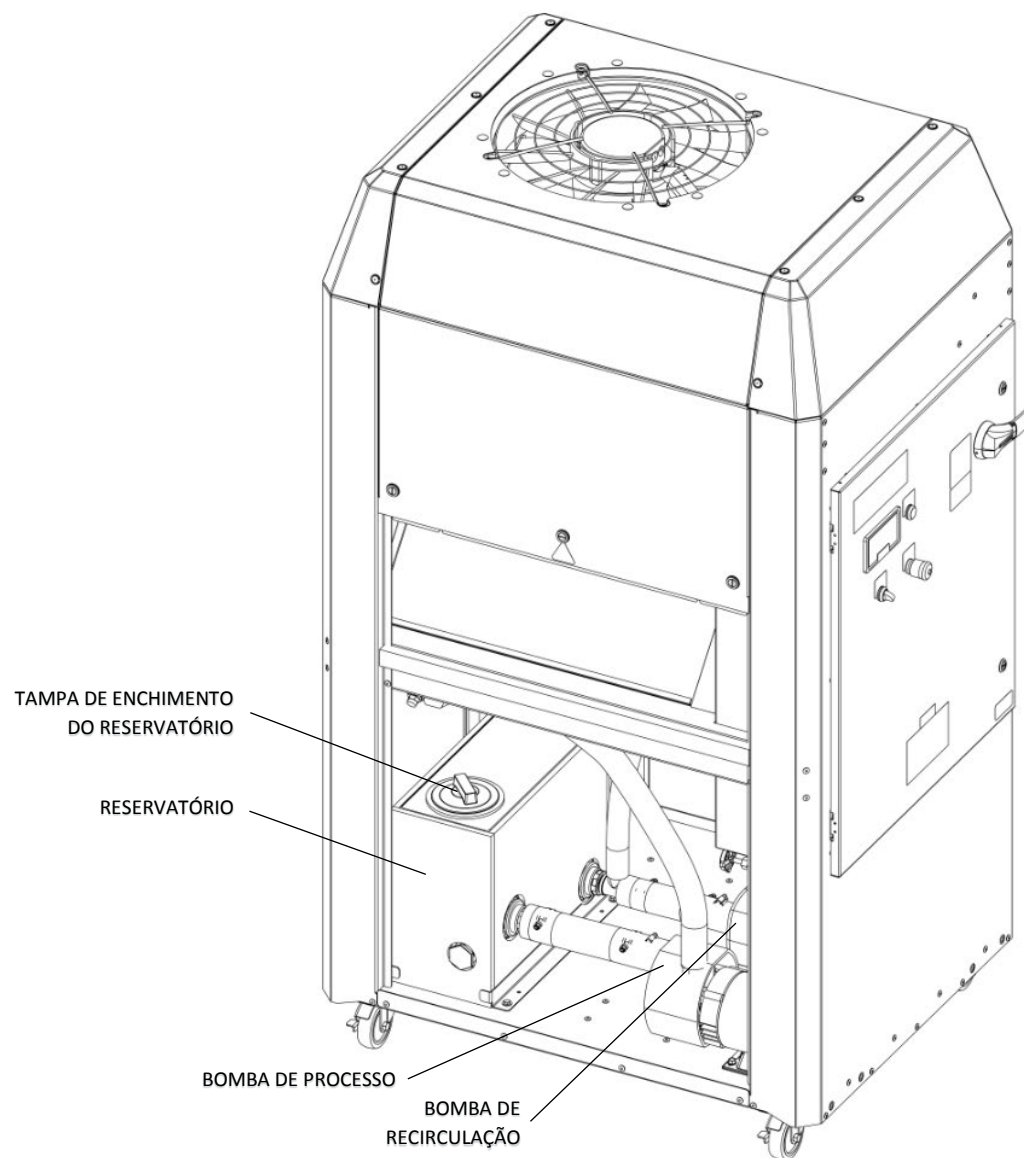

Figura 42: Componentes internos do refrigerador (Lateral do painel)
Acúmulo excessivo de sujidade, óleo e / ou outros detritos na bobina do condensador e nos filtros de admissão de ar causará taxas reduzidas de caudal para dissipação de calor, levando a capacidades de refrigeração mais baixas. Certifique-se de que as aletas da bobina do condensador estão limpas e não danificadas. Use ar comprimido a não mais de 30 psi (2,0 bar) para soprar a bobina do condensador e os filtros de entrada de ar na direção oposta ao fluxo de ar normal. Para a serpentina do condensador, o ar de limpeza deve entrar no lado de descarga e sair do lado de entrada (consulte a Figura 41 e Figura 42). Os filtros de entrada de ar mostram a direção da limpeza e instalação. Se os filtros de ar não puderem ser limpos, devem ser substituídos. Se necessário, entre em contacto com a fábrica para obter peças sobresselentes.
Aceda ao refrigerante no reservatório pela tampa de acesso (consulte a Figura 42). Se houver detritos no líquido refrigerante, o filtro de partículas provavelmente está entupido (consulte o item 2 para inspecionar e substituir o filtro de partículas). Se algas ou bactérias estiverem a crescer no reservatório,